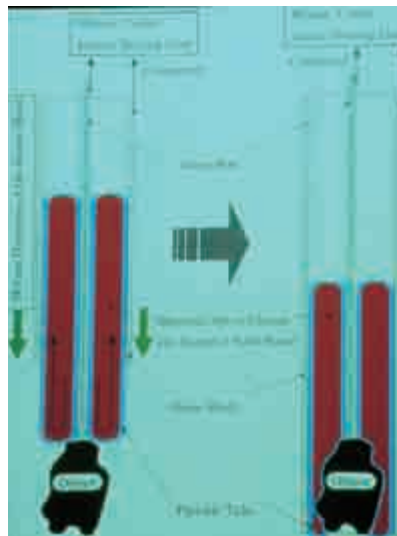

図1 なじみグリッパの構造
46.7度。大阪アサヒメタル工場社製))を封入している。なじみ部の表面は厚さ0.3mmのゴム(TPR, thermoplastic rubber)の外膜で覆われる。筒内部の中央には芯が設置され、なじみ部中央の外膜が接している。なじみ部外側の外膜が接している「外殻」と、この「内芯」とが移動することで、なじみ部による把持動作が可能になる(図1)。
発表では多田隼さんらが酒瓶を使って行った把持実験も動画で公開された(写真2)。酒瓶の口をとらえたこのグリッパは硬化した後は実験者がグリッパに指を引っかけ、持ち上げ、揺らしても把持できた。酒瓶に水を詰めても、同様に把持でき、高い把持力が確認された。ただ、温度に対する応答性はあまり速くないそうなので、材質についての検討の余地はありそうだ。多田隼さんらはこの機構を不整地で凹凸適応をする足先機構にも応用したいと考えている(写真1、2及び図1は多田隼氏作成)。